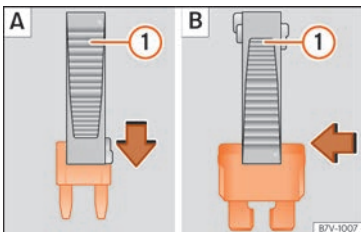

Abb. 64 Sicherung entnehmen oder einsetzen.
- *Kleine Sicherungen:* Klammer von oben aufstecken »» **Abb. 64 A.**
- *Größere Sicherungen:* Klammer seitlich auf die Sicherung schieben »» **Abb. 64 B.**